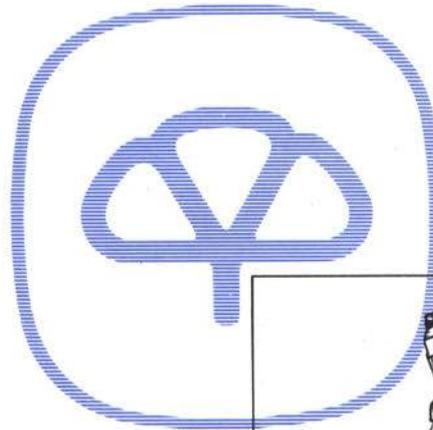

Figura 35.- Fijación del depósito de combustible
La figura 35 presenta la fijación del depósito.
- Depósito de combustible (figura 35)